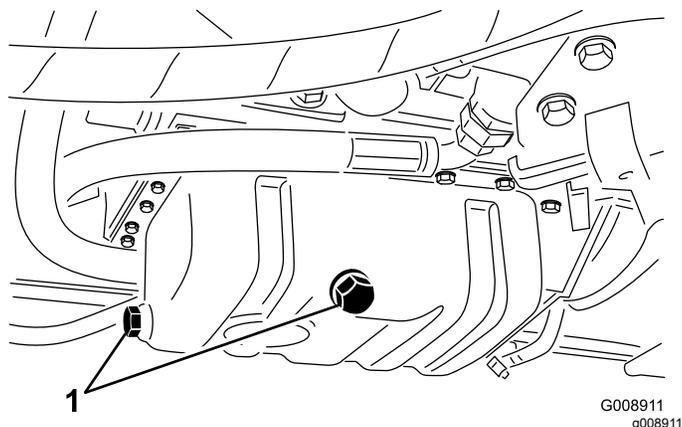

Рисунок 53
1. Снимите любую пробку сливного отверстия (**Рисунок 53**) и дайте маслу стечь в сливной поддон. Когда масло перестанет течь, поставьте пробку сливного отверстия на место.